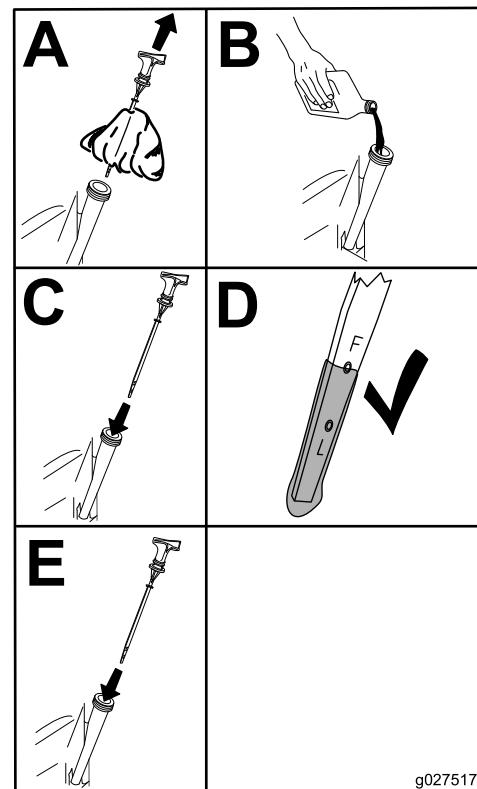

Figura 35
5. Vierta lentamente un 80% aproximadamente de la cantidad especificada de aceite por el tubo de llenado (Figura 35).